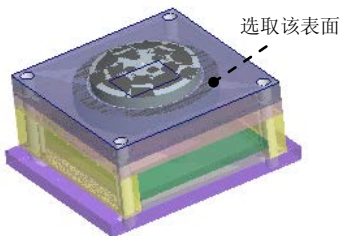

图 30.28 定义偏移参考平面
Step2. 创建基准面。单击 **模型** 功能选项卡 **基准** 区域中的“平面”按钮 。以图 30.28 所示的表面为偏移参考平面，偏移方向朝上，偏移距离值为 60.0，单击 **确定** 按钮。